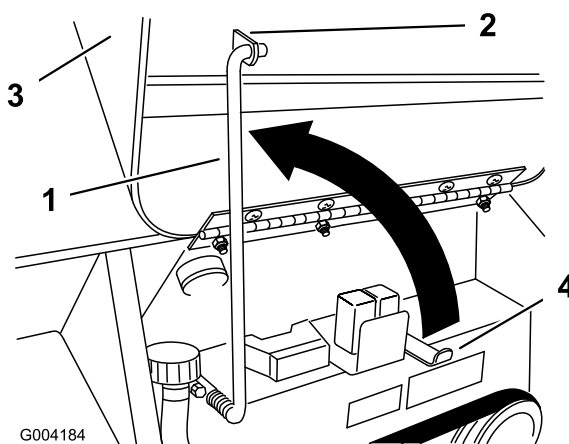

Figura 22
3. Suba la varilla de soporte y engánchela en el soporte del capó (Figura 22).